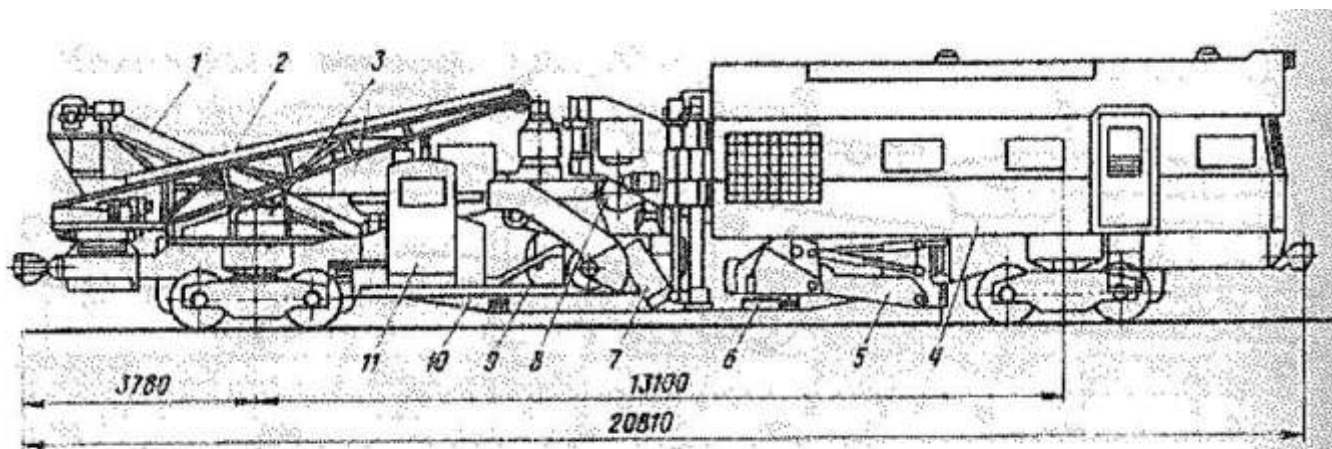

Рис. 6. Железнодорожно-строительная машина ЩОМ ЗУ
14. Что изображено на рис. 6 под № 9
15. Что изображено на рис. 6 под № 1 и № 2